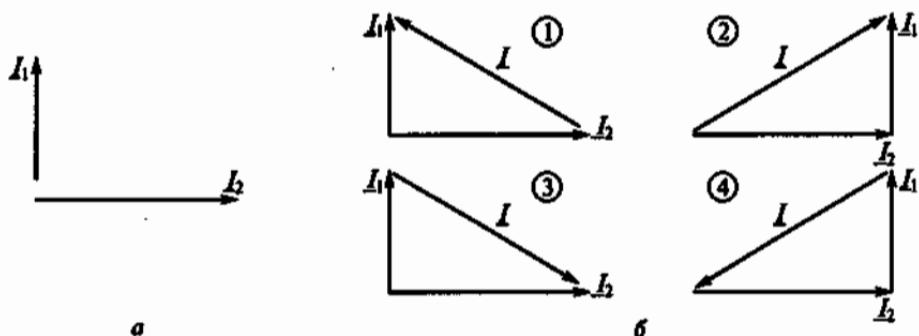

Рис. 82
3.20. Какая из четырех векторных диаграмм на рис. 82, *б* правильно определяет сумму I векторов I_1 и I_2 , показанных на рис. 82, *а*?